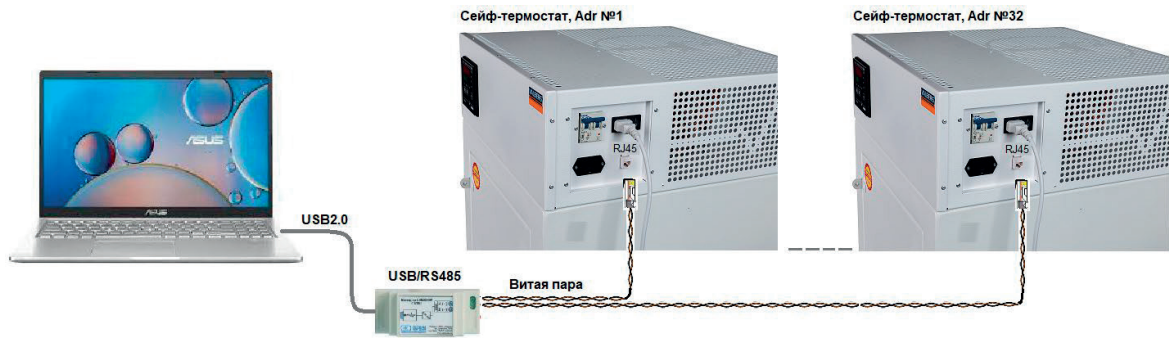
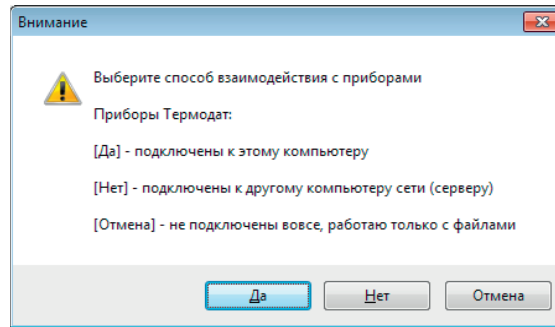
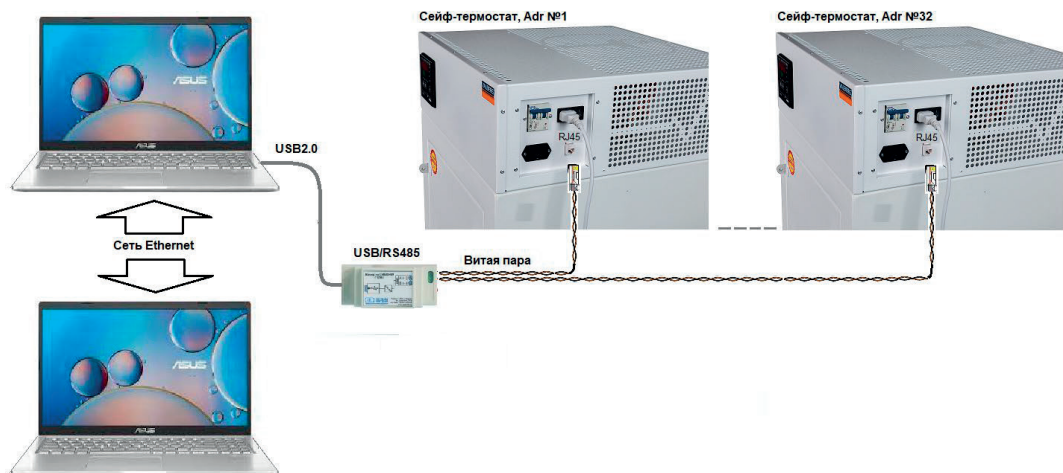

Рис. 20. Подключение интерфейса сейфов-термостатов к ПК
Рис. 21. Выбор способа взаимодействия программы с сейфами-термостатами.
Рис.22 Подключение интерфейса сейфов-термостатов к ПК, при обмене данными через сеть Ethernet.
6.16.5 Включите сейфы-термостаты, конвертор и ПК рис.20, 21.
6.16.6 Кнопка «Да» (рис.21) означает выбор опроса изделий с данного ПК через COM порты (рис.20).
6.16.7 Кнопка «Нет» (рис.21) выбирает работу в сети Ethernet – в роли клиента TCP/IP, т.е. программа будет брать измерения с удаленного ПК (рис.22).
6.16.8 Кнопка (Отмена, рис.21) выбирает работу без приборов, например, чтобы открывать TDA копии архивов, полученные аппаратным считывателем.